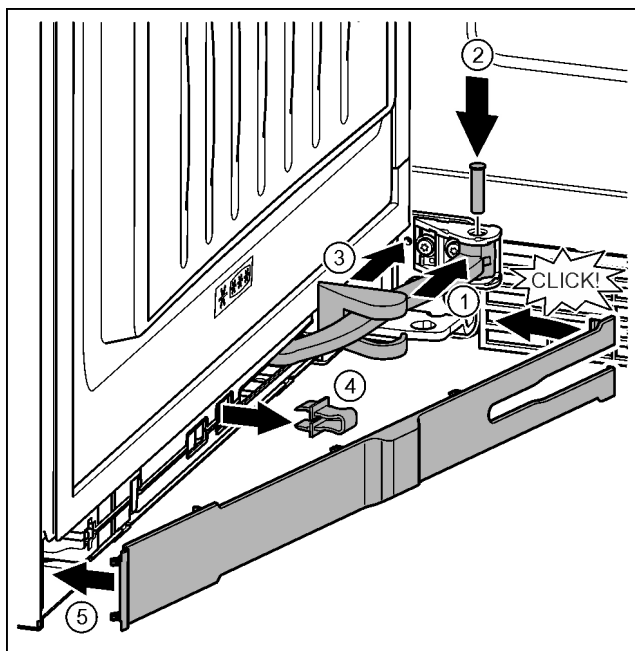

Fig. 40
- ▶ 将铰链旋转至悬挂装置。 Fig. 40 (1)
- ▶ 用 T15 螺丝刀将螺栓插入悬挂装置和铰链。同时注意止动凸轮需正确地位于凹槽中。 Fig. 40 (2)
- ▶ 沿着铰链推动托架盖，并将其安装到悬挂装置上。 Fig. 40 (3)
- ▶ 取下保险装置。 Fig. 40 (4)
- ▶ 将隔板放上并转入把手侧。 Fig. 40 (5)